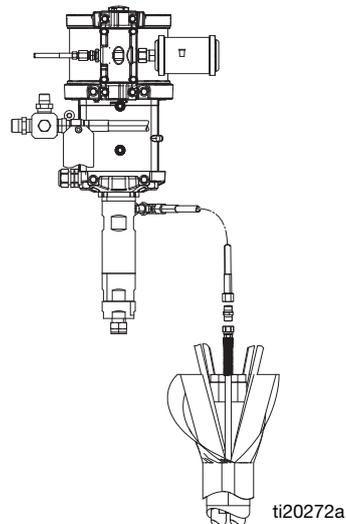

FIG. 20: Ligação da bomba de lavagem
2. Ligue o tubo flexível de lavagem roxo curto da bomba de lavagem ao tubo flexível de 1/4 npsm no conjunto. Utilize o bocal de 1/4 pol. incluído no conjunto de tubos flexíveis para ligar os tubos flexíveis. Consulte a FIG. 20.